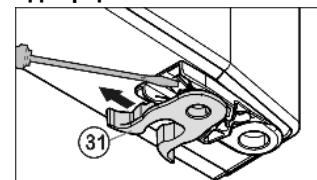

Fig. 9
- переставити Fig. 9 (31) пружинний затискач: Натиснути язичок защіпки вниз, зняти з нього пружинний затискач.